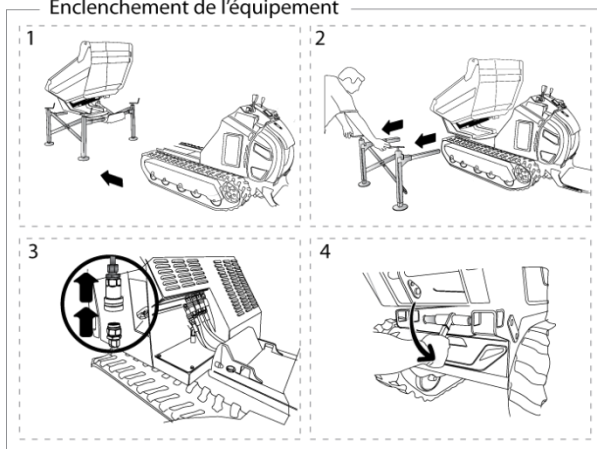

fig. 14 –Représentation du système de décrochage et d'accrochage rapide des équipements
fig. 14 b –accochage raccords rapides
ATTENTION: Il pourrait arriver que l'enclenchement des raccords s'avère difficile entre eux, nettoyer soigneusement la surface concernée, décharger les leviers ③ selon la procédure indiquée ci-dessus et essayer à nouveau (voir fig. 14 b)